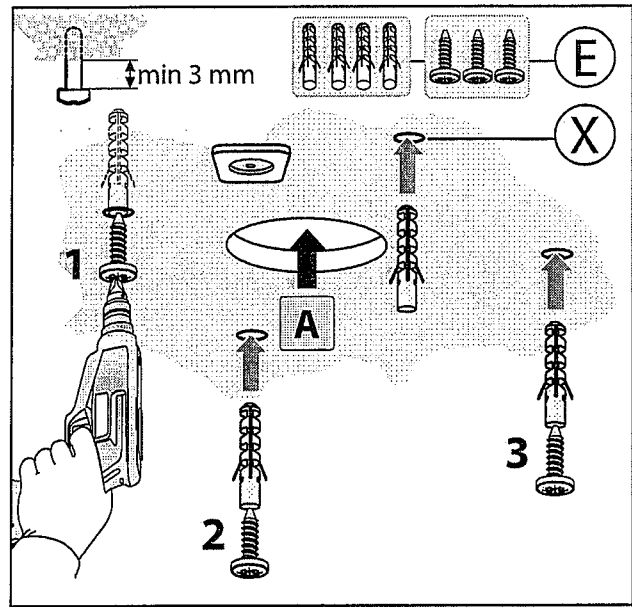

Fig.8
- Effectuer les 4 trous **Ř8** au plafond et visser 3 vis sans les tirer complètement en faisant attention de ne pas insérer la vis dans le trou qui se distingue par un **X** sur le gabarit de forage fig.8 (les vis et les chevilles expansibles doivent être adaptées au type de mur).